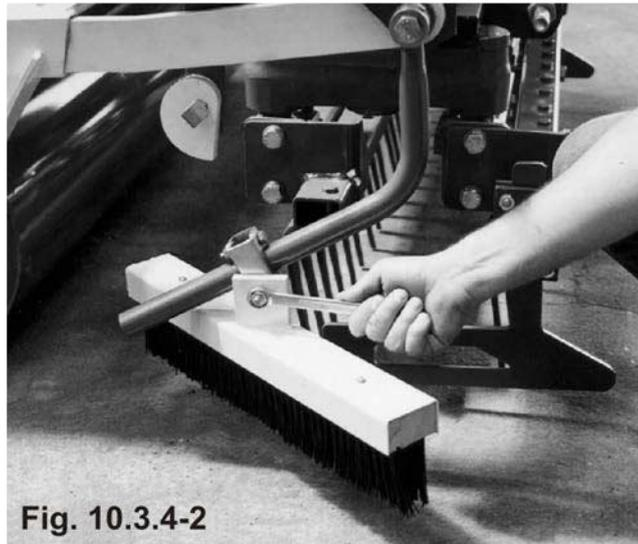

Fig. 10.3.4-2
- réglez la hauteur des balais à l'aide de la vis de réglage (fig. 10.3.4-1/1) ;
- réglez l'inclinaison des balais au moyen de la vis de fixation (fig. 10.3.4-2).